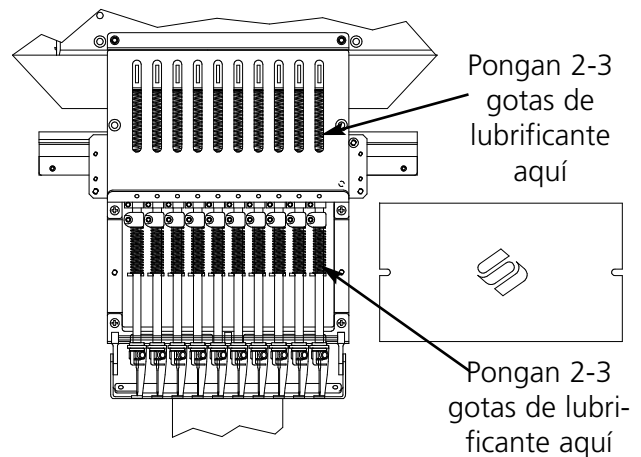

Figura 4-8
1. Cuando el portaagujas superior/inferior es visualizado en la pantalla, aprieten . No es necesario ningún movimiento. Consulten la Figura 4-8 para lubricar el portaagujas superior y el portaagujas inferior. Lubrifiquen los portaagujas para todas las diez agujas. Aprieten después de haberlo efectuado.